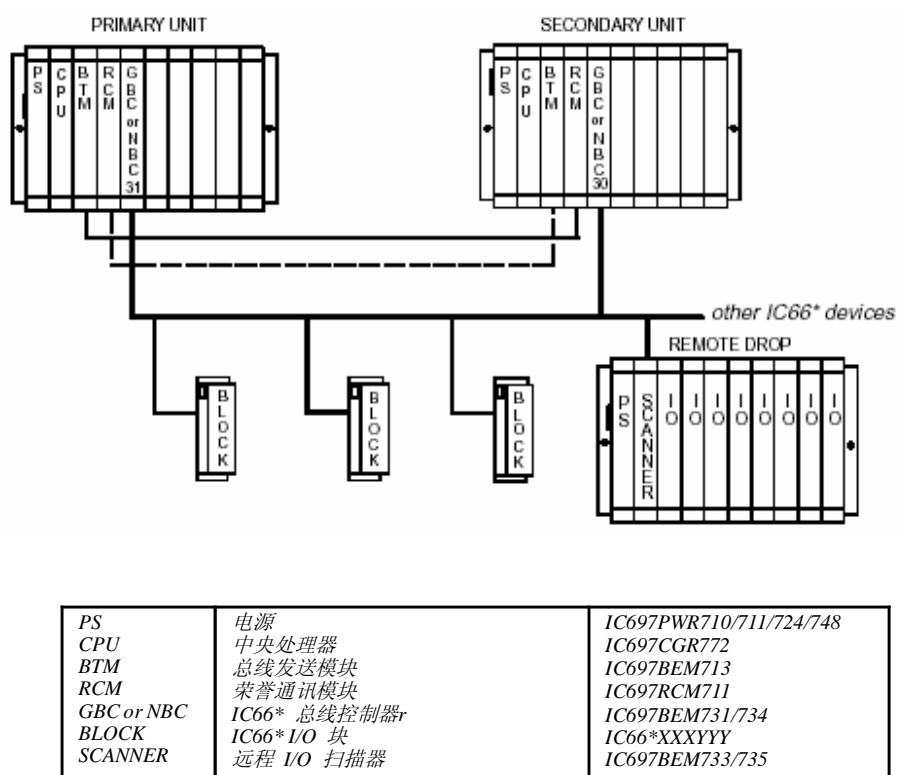

图1. 典型热备用 CPU 冗余系统配置
CGR772作为CPU冗余系统的控制器使用。两种冗余控制方法可通过CGR772配置。GHS方法（IC660/661热备用）使用多路单一总线IC660/661I/O网络连同每个同步PLC的冗余控制器。GBD方法（IC660/661二重总线）使用多路单一总线IC660/661I/O网络连同两个同步PLC的冗余控制器。CGR772模块在典型热备用CPU冗余系统的位置如图1所示。
- 模块安装在机架0的1槽。(见图1)
并行对接（只有基于MS-DOS程序设计器）程序设计器连接到总线发送器模块（IC698BEM713）顶端通道上，如图1所示。